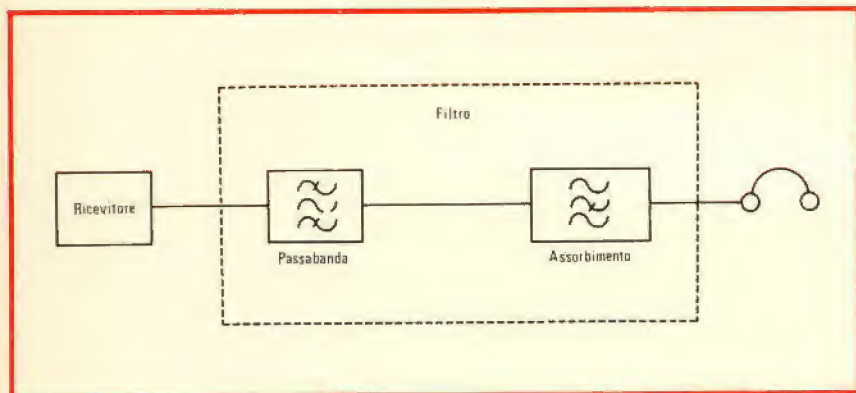

Fig. 1 - Schema di principio del filtro audio.
Tutta la manutenzione si riduce in pratica alla sostituzione periodica delle 4 pile da 4,5 V. La verifica della loro efficienza può venire condotta con estrema facilità misurando con un voltmetro a basso consumo la tensione presente ai capi delle boccole di massa ed uscita di bassa frequenza (7), dopo avere rotato del tutto in senso antiorario il comando di azzeramento (vedi fig. 1). La lettura dovrà essere compresa tra i 5,5 ed i 4,5 V.